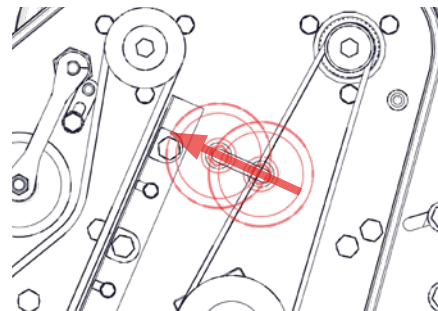

Abb. 16H – Spannriemenscheibe lösen.
- i. Falls nur nachgespannt werden soll, mit Schritt iii fortfahren. Spannriemenscheibe [9/16"-Schlüssel] lösen (Abb. 16H).